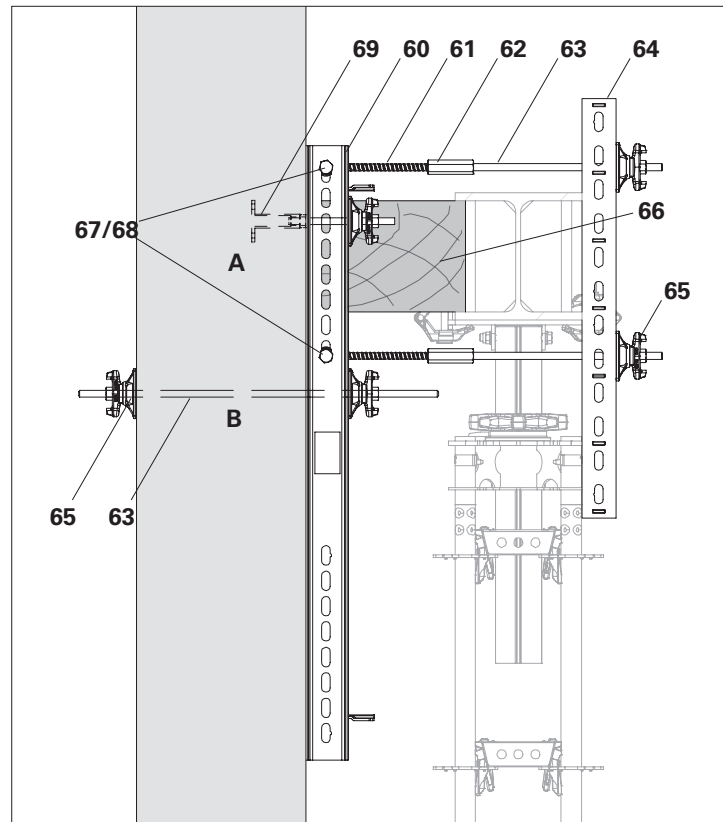

Fig. B1.04
I carichi perpendicolari al piano di orditura della stilata vengono trasferiti direttamente dalla trave di orditura HDT (20) sugli elementi presenti, ad es. le spalle. (Fig. B1.04)